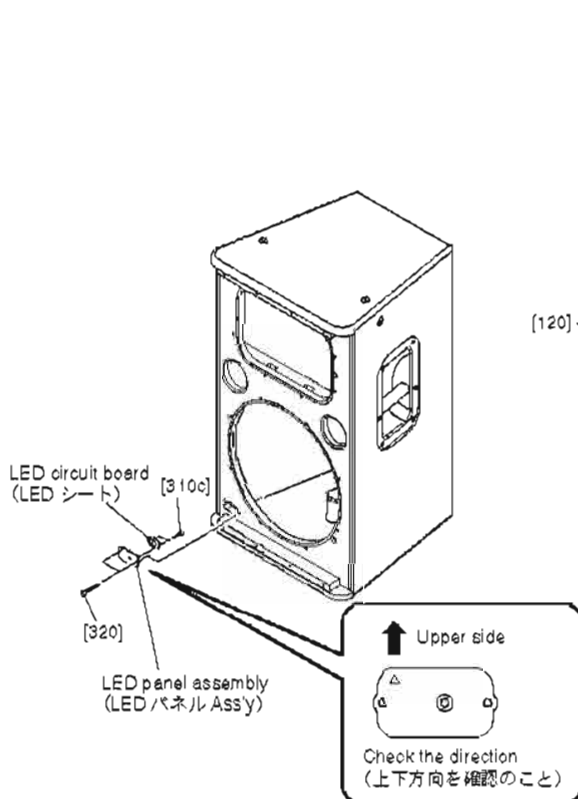

Fig. 7 (図 7)
- 4-2. Remove the two (2) screws marked [320]. The LED panel assembly can then be removed. (Fig. 7)
- 4-3. Remove the two (2) screws marked [310c]. The LED circuit board and the LED panel sub assembly can then be separated. (Fig. 7)
- 4-2. [320] のネジ 2 本を外して、LED パネル Ass'y を外します。(図 7)
- 4-3. [310c] のネジ 2 本を外して、LED シートと LED サブパネル Ass'y を別けます。(図 7)